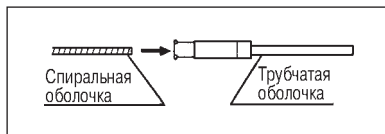

Рис. 18.
- (1) Вставьте спиральную (проволочную) оболочку в просвет подвижного соединения трубчатой оболочки с проксимального конца (см. рис. 18).